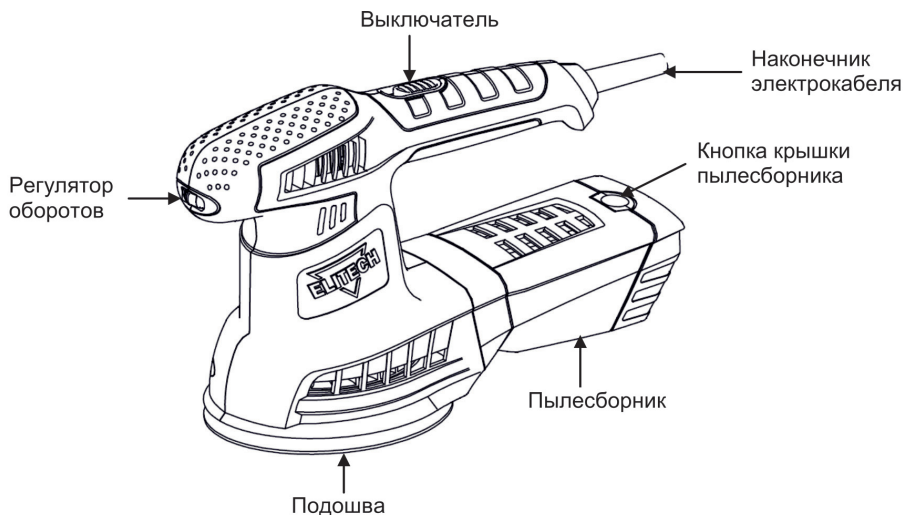

Рис. 1
При невозможности использования пылесоса при работе с шлифмашиной применяйте пылесборник (Рис.1).
Скорость шлифования может плавно меняться от 6000 до 13000 об/мин. поворотом колеса регулятора оборотов (Рис. 1) от положения 1 до положения «MAX». В положении «MAX» скорость максимальна, в положении 1 – минимальна.
- Отрегулируйте скорость вращения подошвы регулятором оборотов (Рис. 1).